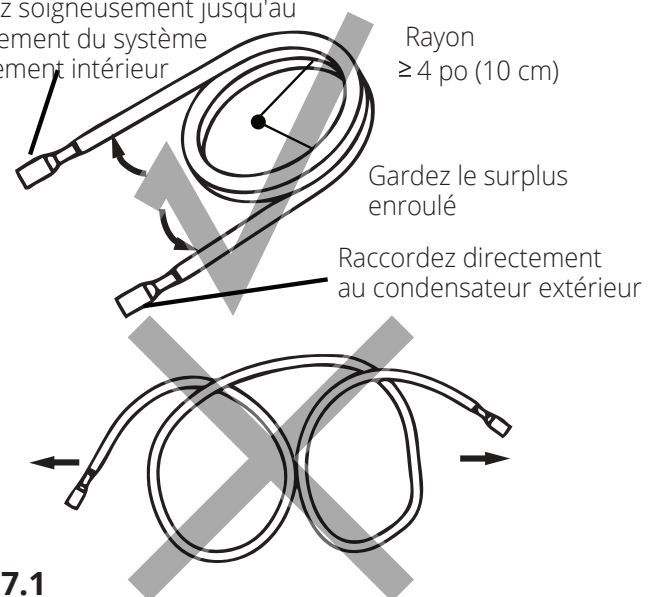

Fig. 7.1
1. Utilisez vos mains pour dérouler lentement la tuyauterie en cuivre d'une extrémité de l'ensemble de lignes Quick Connect®. L'extrémité que vous déroulez sera raccordée à la tuyauterie de l'unité intérieure. Vous devez dérouler l'extrémité jusqu'à ce que les connecteurs soient presque à plat sur le sol (avec peu ou pas de courbure). Si cela n'est pas fait, cela pourrait rendre le jeu de câbles difficile à manœuvrer lors de l'alignement des connecteurs avec la tuyauterie de l'unité de traitement de l'air. Ne déroulez que ce qui est nécessaire pour votre installation et laissez l'excédent rester enroulé (voir fig 7.1)
Lors du cintrage de la tuyauterie de réfrigérant de raccordement, le rayon de courbure doit être d'au moins 4 pouces (10 cm) (voir la Fig. 7.1).